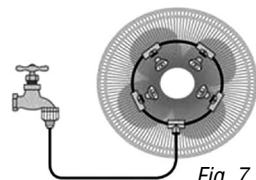

Fig. 7
2. Raccordez la valve du tuyau de pulvérisation en brouillard à un robinet (fig. 7).